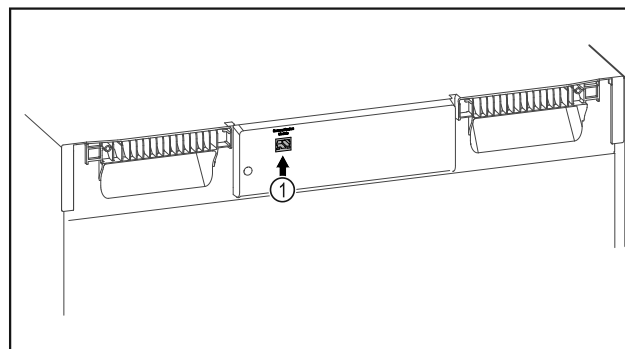

Fig. 126
- SmartModule Fig. 126 (1) je nasadený.